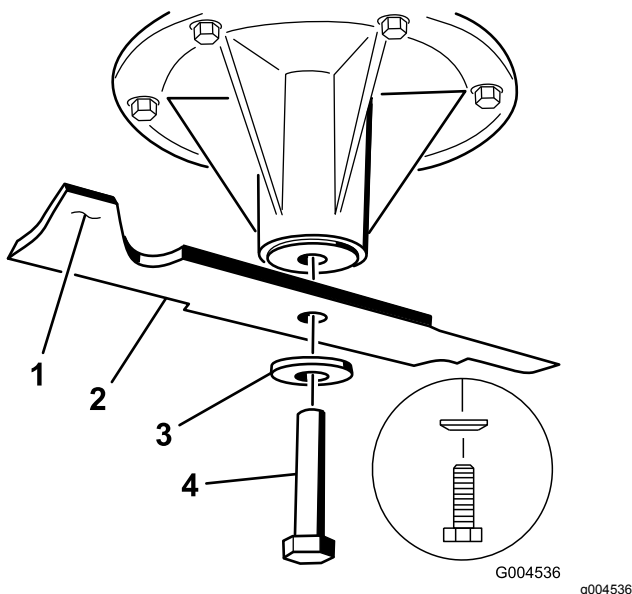

Figura 98
- Retire del eje el perno de la cuchilla, la arandela curva y la cuchilla (Figura 98).
- Si la cuchilla no está equilibrada, rebaje algo el metal en la parte de la vela solamente con una lima (Figura 98).